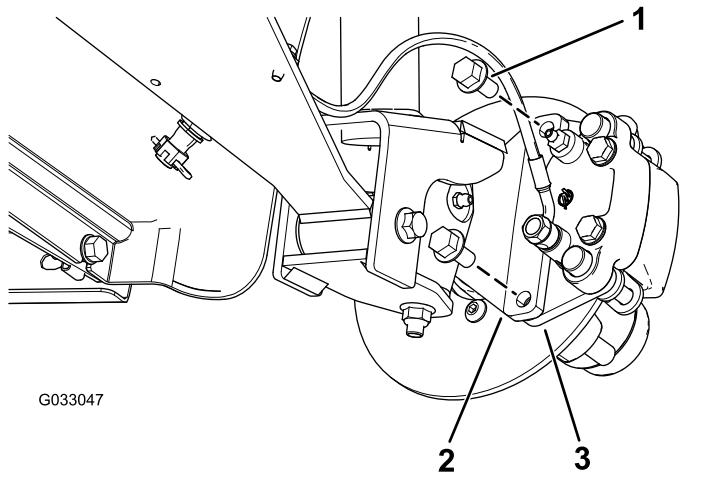
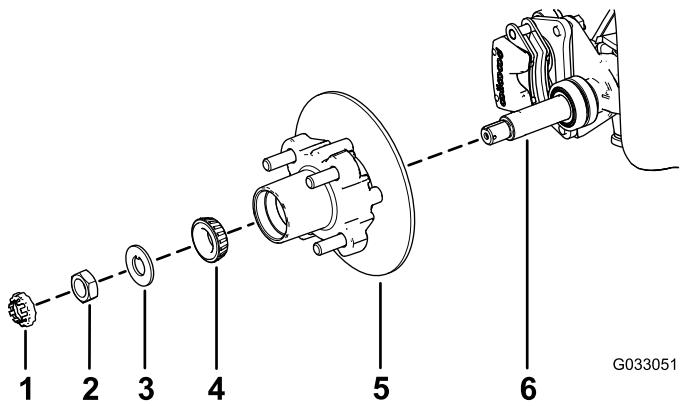

Bild 26
Bild 30
3. Entfernen Sie die Bundkopfschrauben ($\frac{3}{8}$ " x $\frac{3}{4}"), mit denen die Halterung für die Bremse an der Spindel befestigt ist, und nehmen die Bremse von der Spindel ab (Bild 26).$
1. Fetten Sie die Spindel leicht mit der angegebenen Fettsorte ein (Bild 30).
2. Montieren Sie die Radnabe und den Drehzylinder an der Spindel mit dem Drehzylinder innen (Bild 30).
3. Montieren Sie das Außenlager an der Spindel und setzen das Lager auf den äußeren Lagerring (Bild 30).
4. Legen Sie die Nasenscheibe auf die Spindel (Bild 30).
5. Schrauben Sie die Spindelmutter auf die Spindel und ziehen Sie die Mutter auf ein Drehmoment von 15 N·m an, während Sie die Radnabe drehen um das Lager zu fixieren (Bild 30).
2. Fluchten Sie die Bremsbeläge mit jeder Seite des Drehzylinders (Bild 26) und die Löcher in der Bremsbackenhalterung mit den Löchern im Bremsenhalter des Spindelrahmens aus (Bild 30).
3. Befestigen Sie den Bremsbackenhalterung mit den beiden Bundkopfschrauben ($\frac{3}{8}$ " x $\frac{3}{4}$ ") am Spindelrahmen (Bild 26).